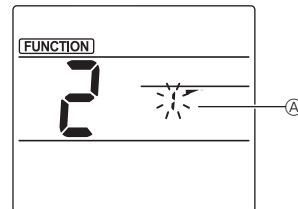

Fig. 2
② A lamellaszám kiválasztása (Fig. 2)